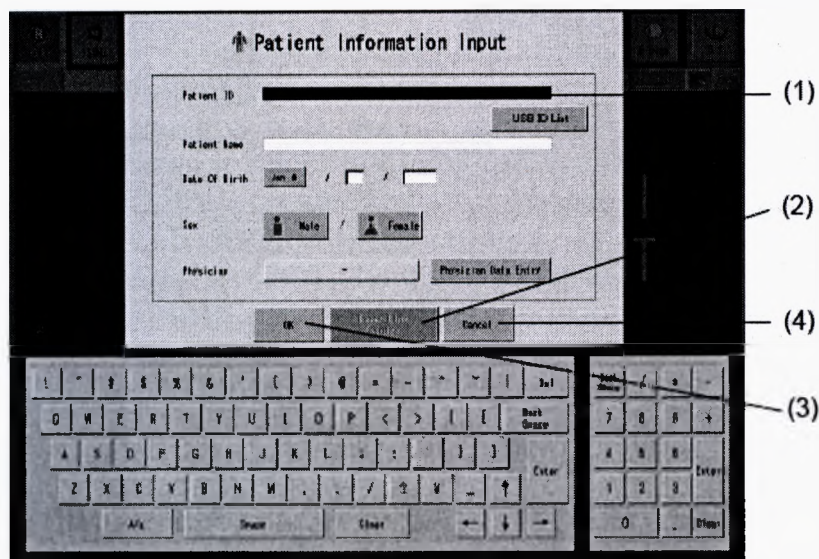

Рис. 1
8) Коснитесь кнопки "YES" (11), чтобы сохранить результаты измерения, перезаписать существующую информацию пациента новыми данными, и чтобы вернуться в предыдущее окно (Рис. 1).
Коснитесь кнопки "Cancel" (12), чтобы сохранить исходную информацию о пациенте и вернуться к предыдущему окну (Рис. 1).